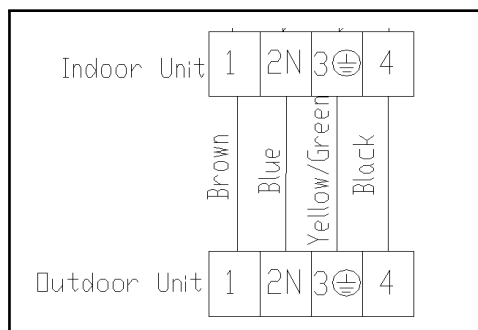

Fig.14
- Connectez les fils de connexion d'alimentation et le fil de commande de signal séparément aux bornes correspondantes. (Sur la figure 14, veuillez choisir le même schéma de câblage uniquement avec le schéma de câblage de l'unité.)
- Connectez les fils de connexion de l'unité séparément aux bornes correspondantes. (Fig.14)